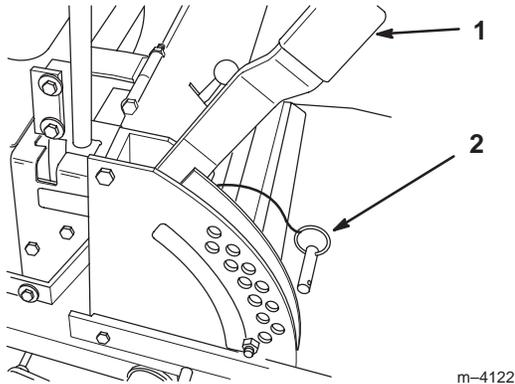

Bild 17
1. Stellen Sie den Schnitthöhenhebel in die Transport- oder die 114 mm-Stellung (Bild 17).
2. Entfernen Sie den Lastösenbolzen aus der Schnitthöhenhalterung (Bild 17).
3. Wählen Sie das Schnitthöhenloch in der Schnitthöhenhalterung, das der gewünschten Schnitthöhe entspricht, und stecken Sie den Lastösenbolzen wieder ein (Bild 17).
4. Senken Sie den Schnitthöhenhebel auf den Lastösenbolzen ab (Bild 17).